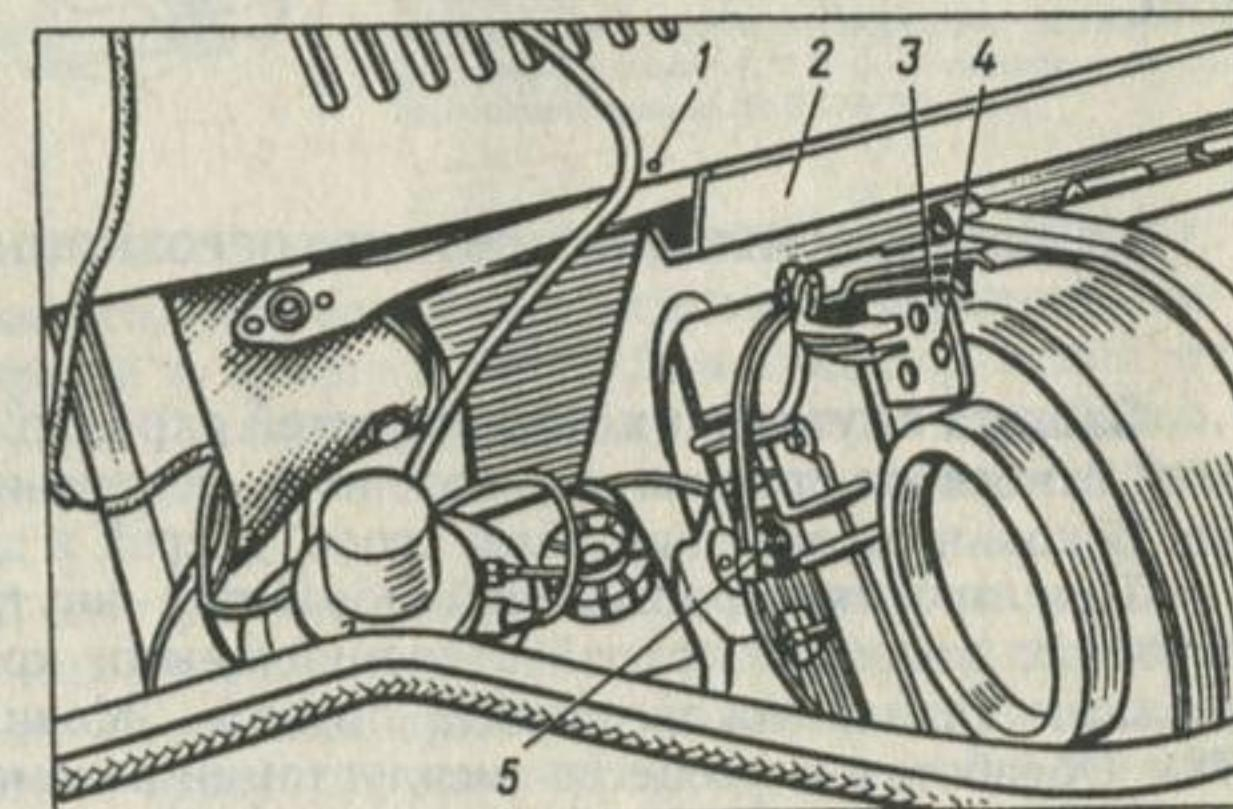

Рис. 55. Вид на отопитель со стороны моторного отсека:
- снимите водоотводящий щиток 2 (рис. 55), отсоединив предварительно пистоны 1 его крепления;
- отверните две гайки-барашки 5 (см. рис. 55) со стороны моторного отсека и снимите отопитель.
отсоедините резистор 3 (см. рис. 55) от корпуса отопителя, отвернув винт 4 крепления резистора;